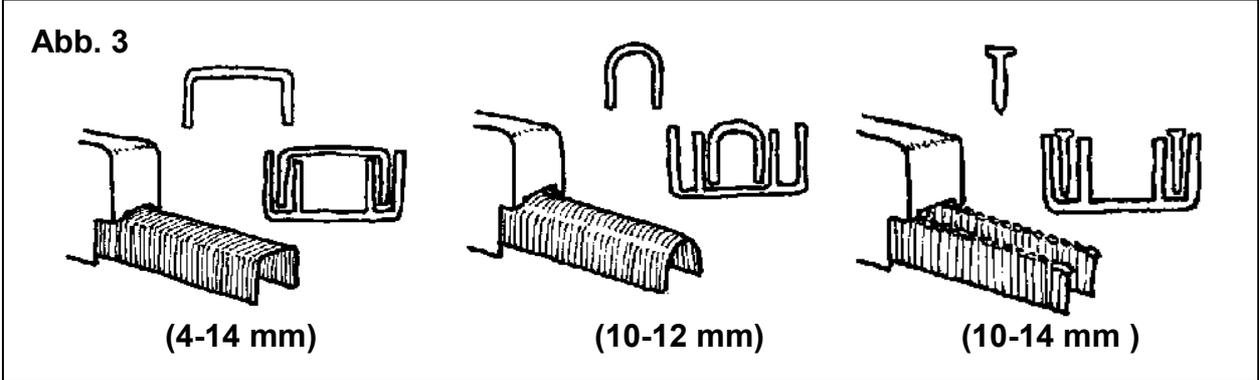

Abb. 3
- Füllen / Entnehmen Sie die Eintreibmittel entsprechend (Abb. 3) in das / aus dem Magazin (4) und setzen Sie den Klammerschieber (6) wieder ein.
- Schieben Sie den Klammerschieber (6) so weit nach vorn, bis er im Gehäuse wieder eingehakt werden kann.